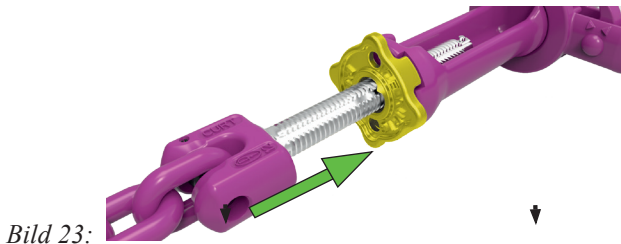

Bild 23:
8. Verschieben Sie nach dem Spannen die Sicherungsscheibe in Richtung Tragrohr. Die Sicherungsscheibe muss formschlüssig und leichtgängig in die **Kreuzkontur** am Tragrohr eingreifen (Bild 23).